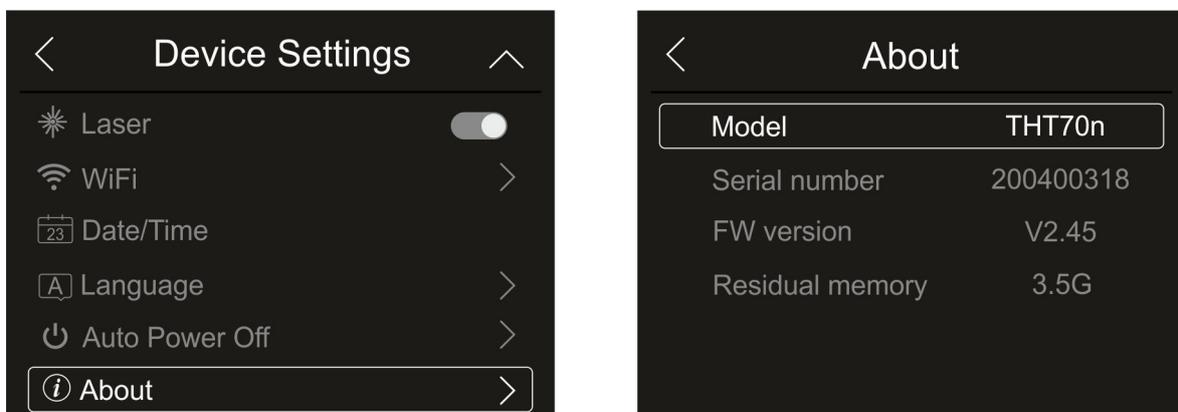

Fig. 21: Informação sobre o equipamento
1. Clique em “About” para saber as informações do equipamento relacionadas a: modelo, número de série, versão interna do Firmware e memória restante disponível. A ecrã da Fig. 21 - lado direito é exibido: